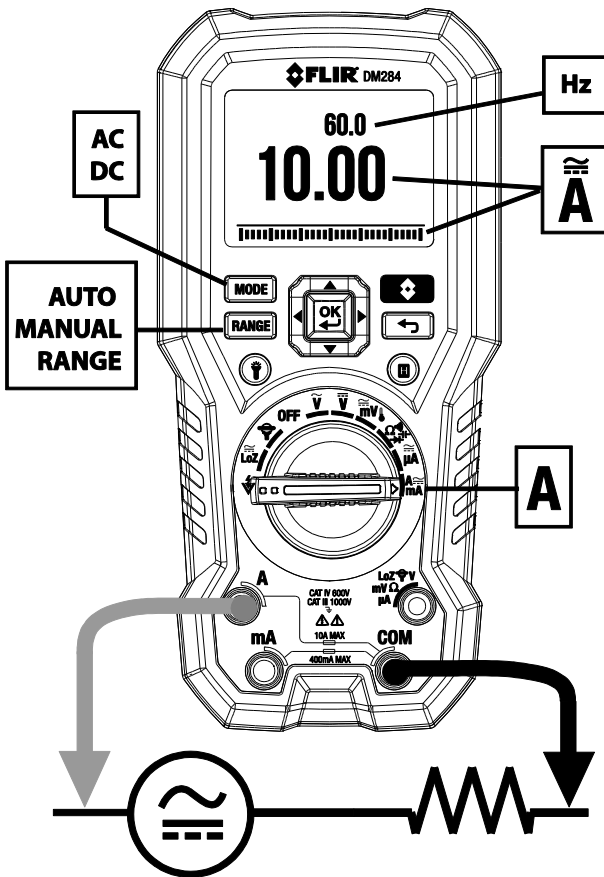

Fig. 7-9 'A'-målinger af høj strøm
4. Forbind prøvespidsledningerne serielt med delen i henhold til **Fig. 7-8** og **Fig. 7-9** ved 'A'-målinger, **Fig. 7-10** ved mA-målinger eller **Fig. 7-11** ved μ A-målinger.